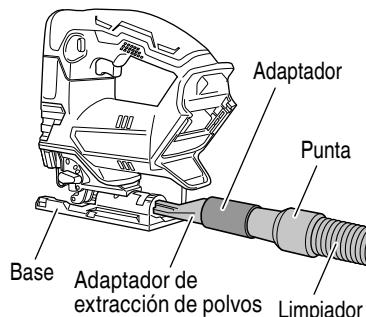

Fig. 31
Conectando con el limpiador (en venta separadamente) a través del colector de polvo y el adaptador (en venta separadamente), se podrá recolectar casi la totalidad del polvo. (Fig. 31)
- Conecte el adaptador de extracción de polvos con el adaptador. (Fig. 31)
- Conecte el adaptador con la punta del limpiador. (Fig. 31)